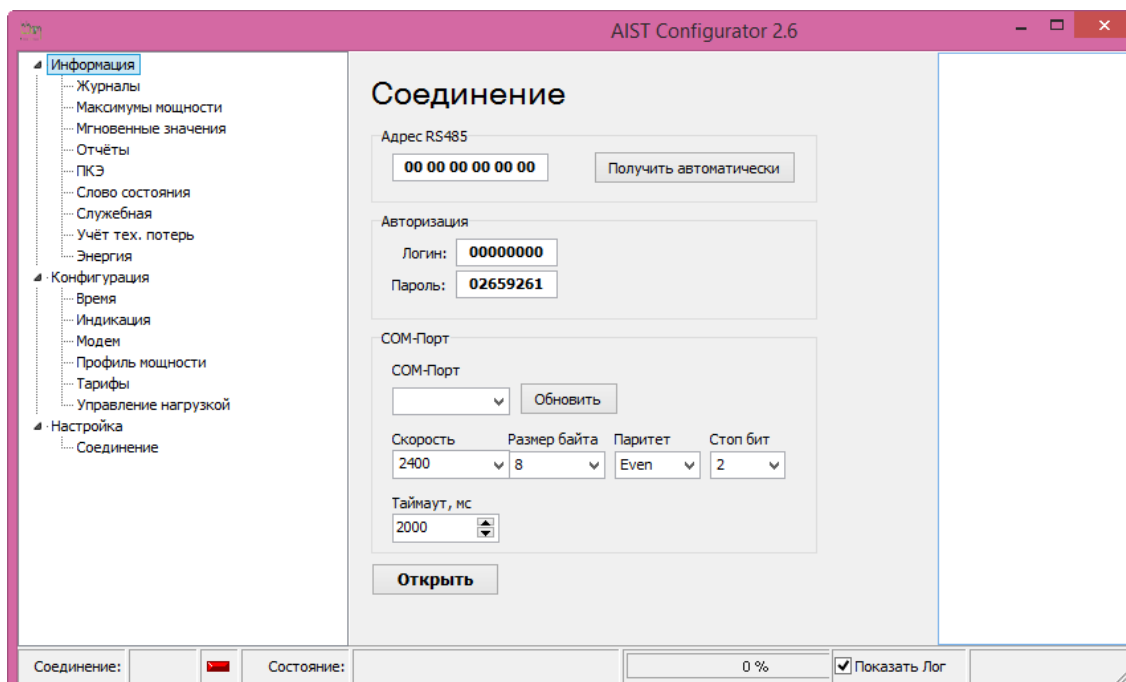

Рисунок 11 – Главная форма программы «Конфигуратор счетчика АИСТ» счетчика с протоколом DLT645. Раздел «Настройка»→«Соединение»
- Далее на экране должна появиться главная форма программы, содержащая меню для осуществления настройки параметров (рисунок 11).